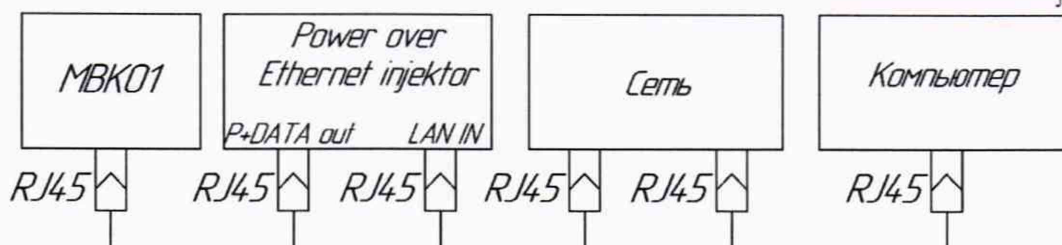

Рисунок 5-1.
1. С использованием локальной сети, в которую входит используемый компьютер - рисунок 5-1.